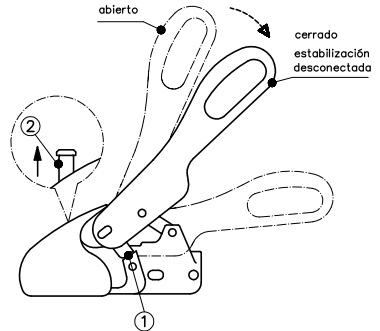

Figura 4: Acoplar
Para maniobrar el remolque sujete por favor los asideros de sujeción ubicados en el remolque en lugar de la palanca de mando del WS 3000/3500. El enganche esférico de tracción se coloca sobre la esfera de acoplamiento del vehículo tractor. (Figura 4) A través de la carga de soporte y una carga adicional eventual de la barra de tracción, el enganche esférico de tracción se cierra automáticamente y las pletinas laterales de seguridad (1) se encuentran paralelamente enfrentadas a las superficies de seguridad en la carcasa. (Figura 4) Cuando la esfera de acoplamiento se encuentra dentro de la carcasa del mismo, el pasador verde de la indicación de control (2) es visible. (Figura 4)
En caso de no ser utilizado un tiempo prolongado, el remolque debe ser aparcado con el enganche esférico de tracción cerrado, para ello levantar la palanca de mando abierta (Figura 4), tirar simultáneamente la rótula (elemento móvil - Figura 9) hacia delante o presionar el **SAFETY BALL** dentro de la cámara esférica y cerrar lentamente la palanca de mando.